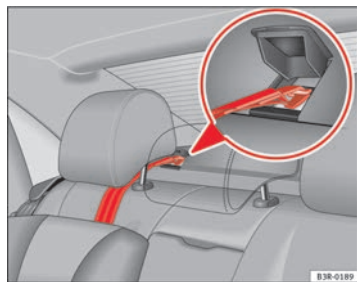

Fig. 35 Correa de sujeción: correcto ajuste y montaje
- Dirigir la correa de sujeción del Top Tether por debajo del apoyacabezas de la plaza posterior ⇒ fig. 35 (levantar el apoyacabezas si es necesario).
- Levantar la tapa del anclaje de la bandeja -ver detalle- ⇒ fig. 35.